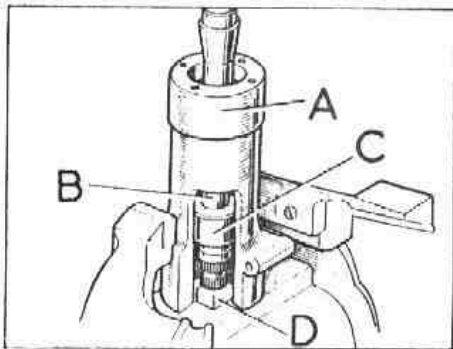

Fig. G-55 Caja compensadora, eje y taco de apoyo en su posición correcta
- 3.4 Sujetar el conjunto de la caja y el eje, con el extremo inferior hacia arriba, en un tornillo de banco, situado en un taco de 19 mm, D (Fig. G-55), debajo del extremo inferior del eje, B.